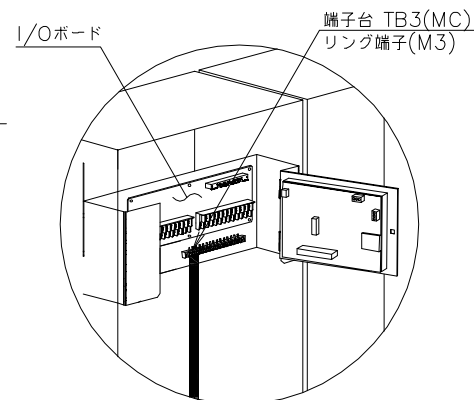

図4 詳細図(200V級仕様)
2. 端子部に負荷がかからないように電源配線をリード線クランプで固定してください。(図4、6)